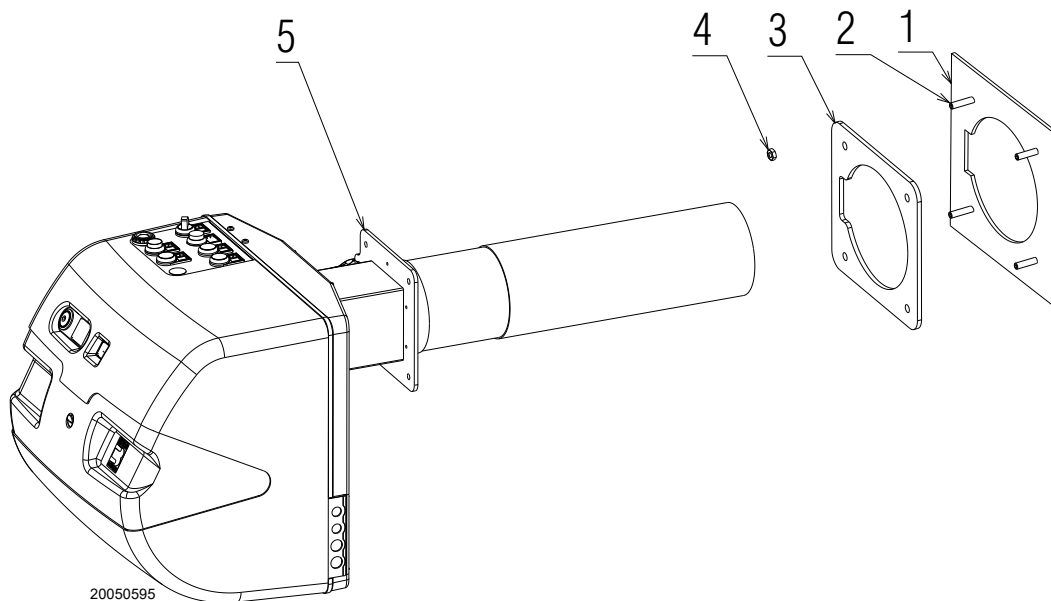

Abb. 16
- Schrauben Sie die Stiftschrauben 2)(Abb. 16) an die Platte des Heizkessels 1)(Abb. 16).
- Positionieren Sie die hitzebeständige Dichtung 3)(Abb. 16).
- Befestigen Sie den Flansch 5)(Abb. 16) an der Platte des Heizkessels und ziehen Sie die Muttern 4)(Abb. 16) fest.